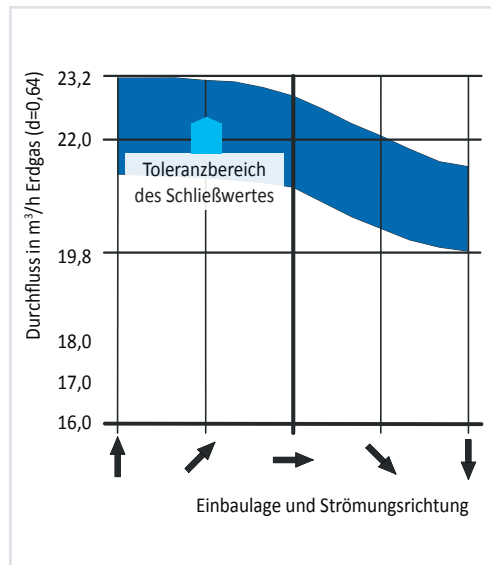

Abb. 3
- **EINBAULAGE:** SENTRY GS sind in allen Einbaulagen einsetzbar. Der Schließdurchfluss V_S ist abhängig von der Einbaulage des Gasströmungswächters (siehe Abb. 3).